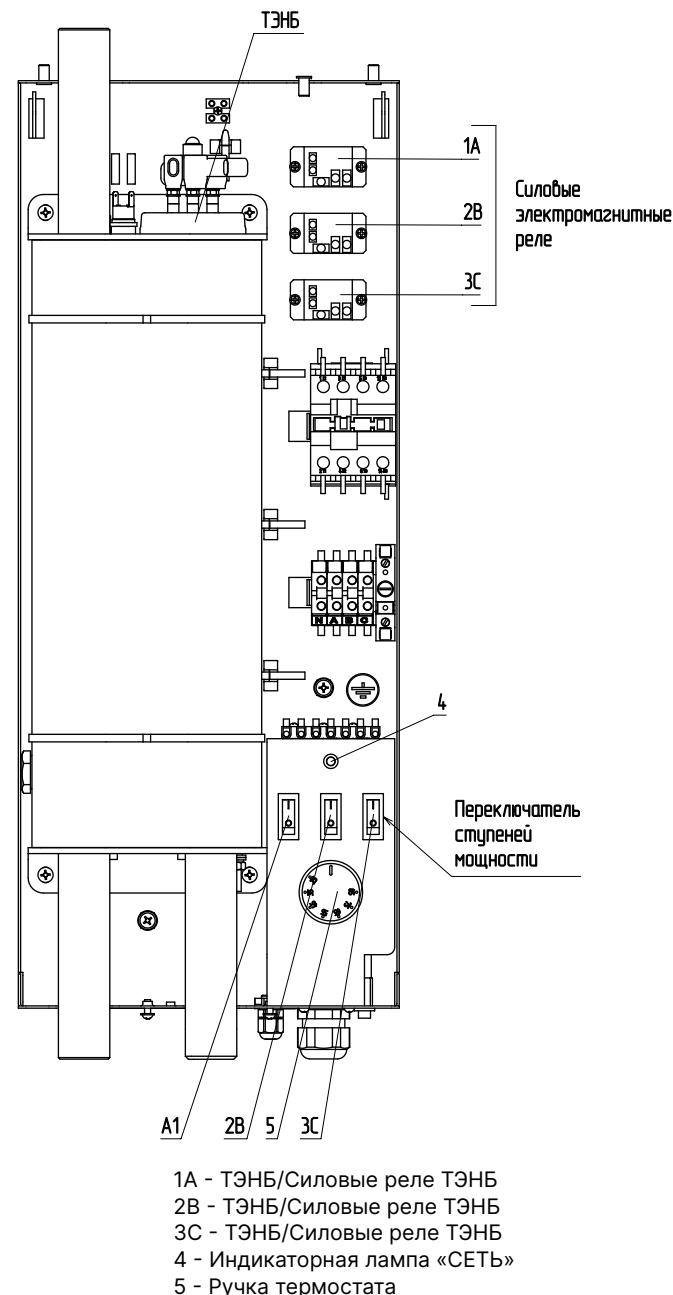

Рис.2 Органы управления электрического котла
- Установите необходимую температуру теплоносителя на шкале ручке термостата (рис.2 поз.5).
- Включите требуемое количество ступеней мощности в положение включено (I) (рис.2 поз.1А, 2В, 3С).
- Загорается индикаторная лампа «СЕТЬ» (**рис.2, поз.4**) информирующая о наличии напряжения на котле.